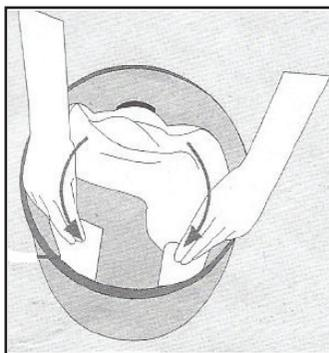

FIGURA 3
- Acondicione o saco de papel de forma que ocorra o total aproveitamento do seu volume (figura 3).